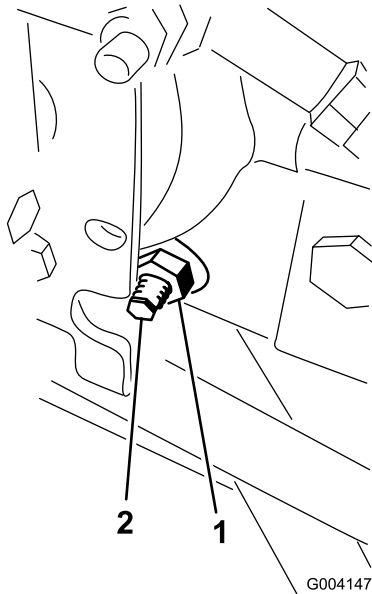

图60
3. 在静液压泵的右侧，松开牵引调节凸轮（图60）上的锁紧螺母。